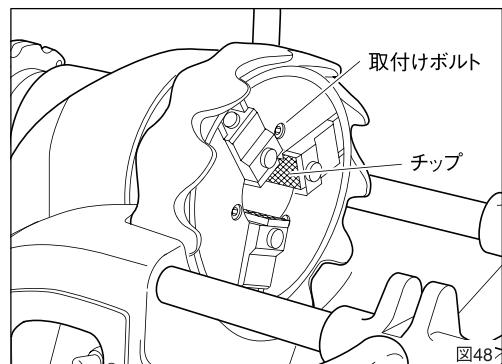

図48
- ① まずタンク上蓋と、切粉受の縁を持ち、上に引っぱって外してください。
- ② タンク仕切板(A)とタンク仕切板(B)を取り外し、付着した切粉を取除いてください。
- ③ ドレンプラグを抜き、タンク内の切削油を出してください。
- ④ タンク内にたまつた切粉をすべて排出したらドレンプラグを止めて、タンク仕切板を取り付けてから切削油を入れてください。
4.チャックの構造と手入れ(図48)